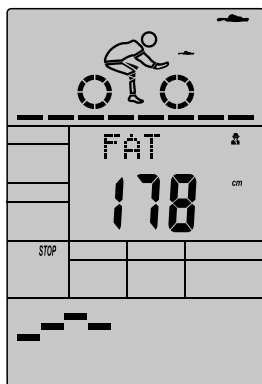

图 39
- G. 按 START/STOP 键开始运动。（如图 39）